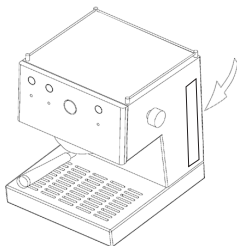

Figure 1
2. Remplissez le réservoir d'eau avec de l'eau fraîche (voir figure 1). Vérifiez que le flexible est recouvert d'eau dans le réservoir.